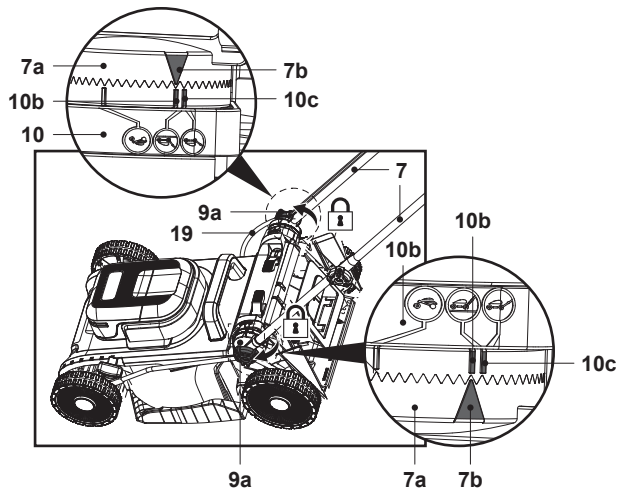

Fig. 2
3. Aligner le triangle de repère (7b) de la plaque de réglage (7a) sur l'un des indicateurs de hauteur de guidon (10b/10c) du support de guidon (10), puis fixer le guidon inférieur (7) en serrant le bouton de serrage (9a) (Fig. 2).
4. Répéter les étapes d'assemblage ci-dessus sur l'autre guidon inférieur (7).
5. S'assurer que les deux guidons inférieurs (7) sont montés à la même hauteur des deux côtés.
6. S'assurer que le cordon de commande (19) passe sur la partie supérieure du guidon inférieur (7).